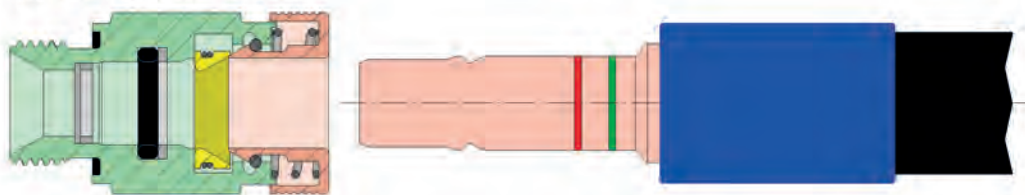
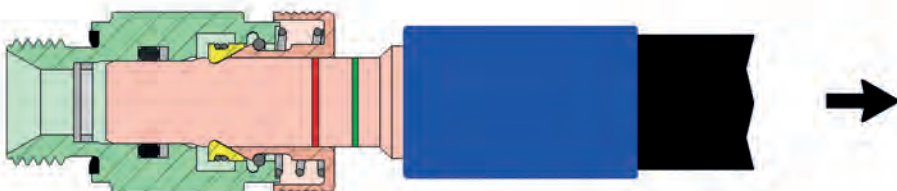

Fig. 1
Fig. 2
Il particolare aggancio interlock, garantisce un perfetto accoppiamento ad incastro tra la boccola, rinforzo del tubo e inserto, creando una solida chiusura metallo su metallo. Vedi fig. 1.
Durante la fase di pressatura il profilo interno della boccola comprime il rinforzo metallico esterno del tubo, realizzando così una tenuta meccanica tra tubo e boccola, vedi fig. 1, e una tenuta idraulica tra sottostrato tubo ed inserto. Vedi fig. 2.
3. Il controllo dell'avvenuto corretto aggancio tra l'inserto maschio e il corpo connessione deve essere eseguito sul 100% delle connessioni mettendo in leggera trazione l'inserto maschio (Fig. 2). →